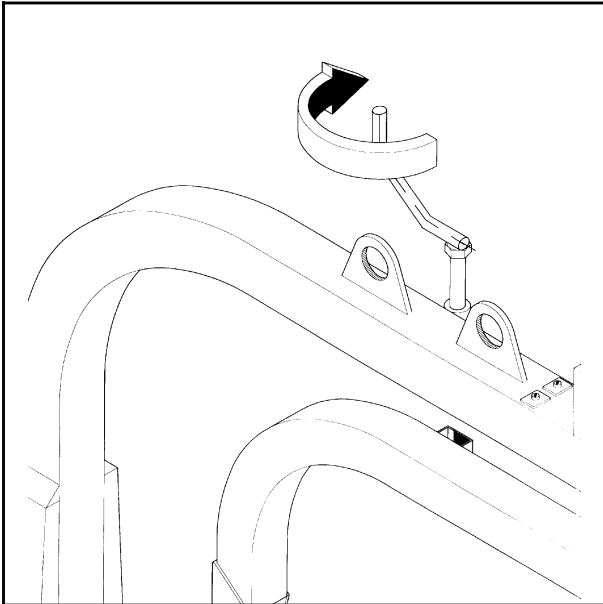

Bild 4-14
6. Den Sicherungsbolzen, der den Wickelarm während des Transports am Rahmen festhält, herausnehmen, siehe Abb. 4-14. Evtl. vorhandenen Zusatzwickelarm an der TWIN ausklappen und sichern. Dasselbe mit den Messerbalken ausführen. (Siehe Kap. 2.9 und Abb. 2.7, 2.8, 2.9 und 2.10).